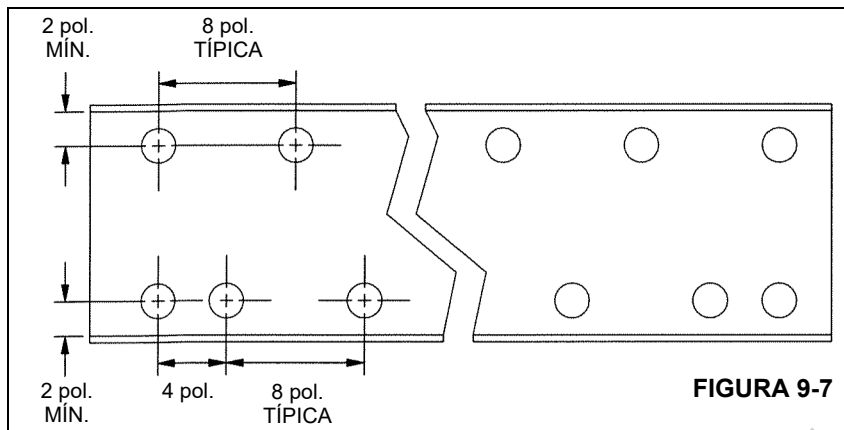

FIGURA 9-7
Consulte na Figura 9-7 o procedimento recomendado de furação e aparafusamento. Use parafusos de 5/8, Grau 8. Faça furos de 39/64 de diâmetro, direcione os parafusos de encaixe e aperte de acordo. Consulte "Elementos de fixação e valores de torque" na página 1-7.
8. Se a cantoneira de reforço será aparafusada, faça o padrão de furos e instale os parafusos de acordo com a Figura 9-7. Reforce os recortes do suporte de molas, a